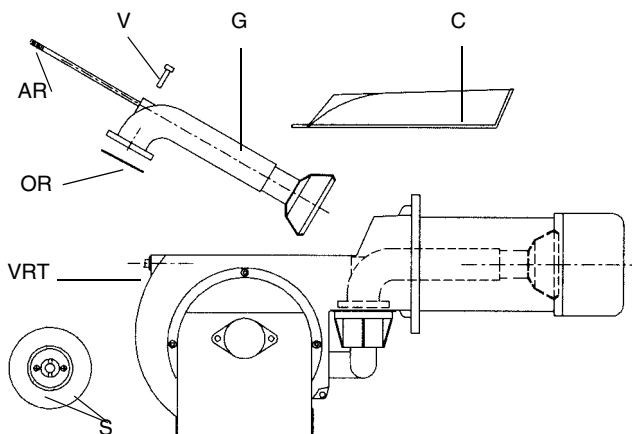

Рис. 28
- Демонтируйте, проверьте и почистите головку сгорания (см. Рис. 28).